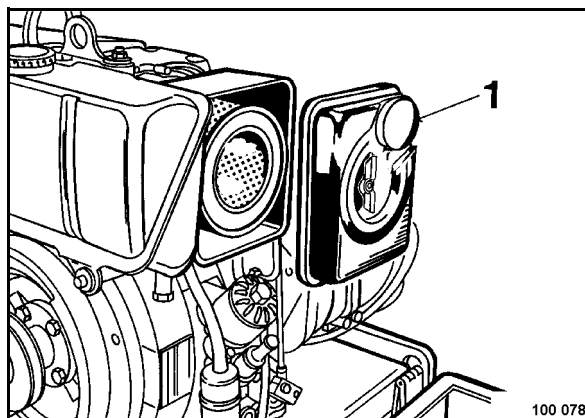

Fig. 67
- Desenroscar el tornillo de mariposa y retirar la tapa (1) (Fig. 67).